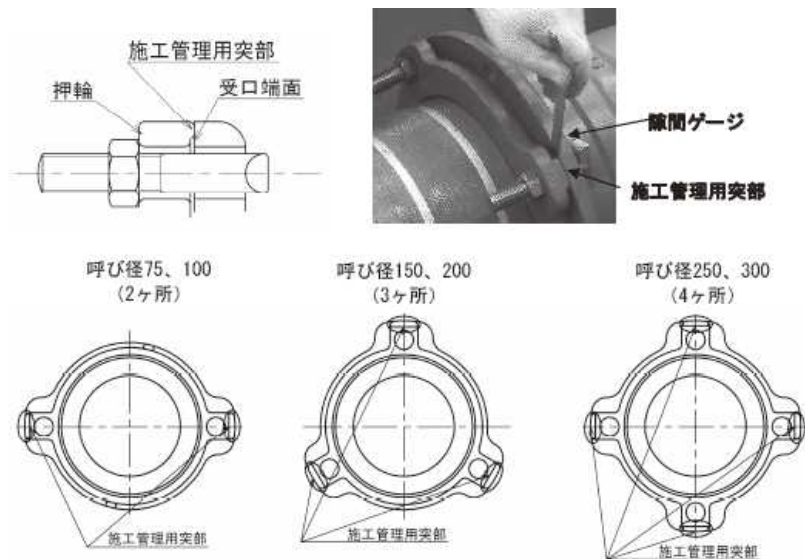

図4-15 締め付け完了の状態
- (6) 管を吊った状態で管芯を合わせた後、挿し口先端が受口奥部に当たるまでゆっくり挿入すること。定位置まで挿入した後にストッパーを引き抜くこと。
- (7) ゴム輪は押輪を受口側に寄せて、T頭ボルト・ナットを押輪の穴数に全て差し込み、全周にわたって均一になるように留意しながらほぼ対象にあるナットを少しずつ電動工具等で締め付けること。また、締め付けは押輪の施工管理用突部と受口端面が接触するまで行うこと。
- (8) 締め付け完了後に、図4-15に示すように、押輪の施工管理用突部と受口端面に隙間がないことを隙間ゲージ(厚さ0.5mm)で確認すること。